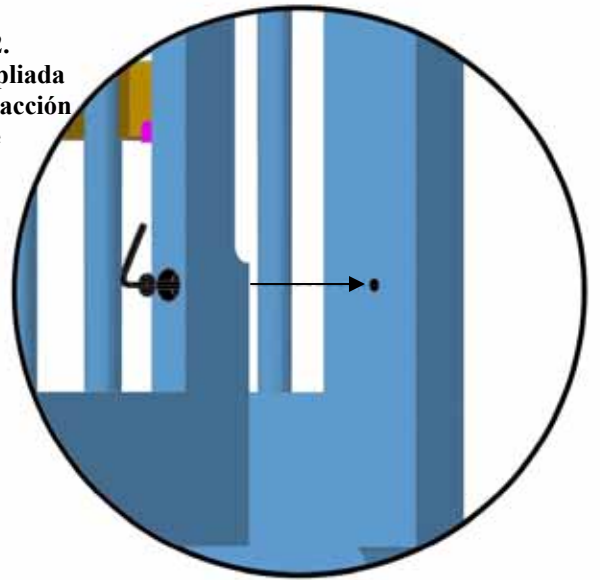

Figura 13.
- Afloje los (4) pernos que sostienen la plataforma del colchón y retírela de la cuna. Tenga en cuenta que los pernos quedarán en la plataforma del colchón. Consulte la Figura 13.